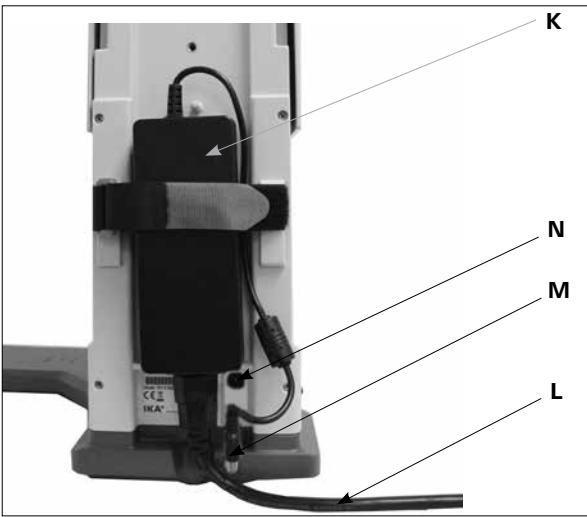

Fig. 9
### 3.) デスクトップスイッチを固定する (Fig. 9)
- 背面に切り替えアダプター (K) を取り付けます。切り替えアダプターの両方のツメを収縮させ、マジックテープで固定します。マジックテープは必ず切り替えアダプターの下に来るようになります。
- 低電圧コネクター (M) をコネクターソケット (N) に接続します。(Fig. 9)
- 切り替えアダプター内の電源コード (L) を差し込み、電源に接続します。